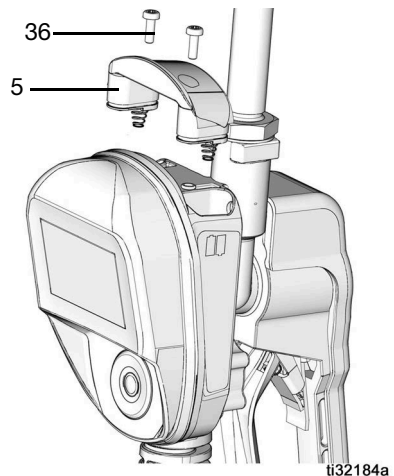

ABB. 49
5. Abdeckung (5) wieder aufsetzen und Schrauben (36) wieder einschrauben. Die Schrauben nicht zu fest anziehen. (ABB. 49).